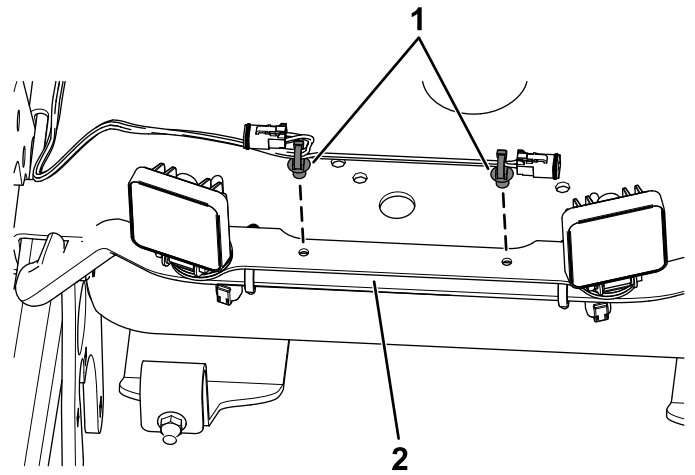

Figura 4
2. Prenda a cablagem ao suporte da luz utilizando os fixadores de pressão na cablagem (Figura 4).